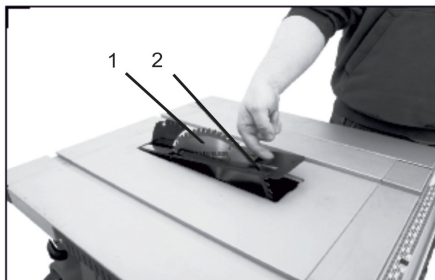

Рис. 25
2. Снимите отсекабель 2 (Рис. 25)